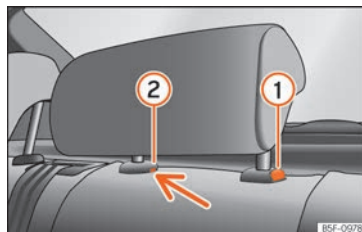

Fig. 148 Apoyacabezas trasero central: punto de desbloqueo.
- Para ajustar el apoyacabezas a una altura menor, pulse la tecla **1** »» **fig. 148** y desplácelo hacia abajo.